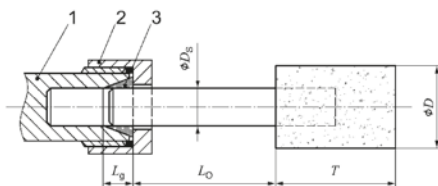

Figura 1: lungimea de încăstrare a mandrinei și clemei de strângere
- Țineți cont de faptul următor: la corpurile abrazive mici trebuie redusă turația din cauza prelungirii distanței dintre capătul clemei de strângere și corpul abraziv mic (surplus). Respectați lungimea minimă de încăstrare de 10 mm. (Consultați figura 1 și recomandările producătorului de corpuri abrazive mici).